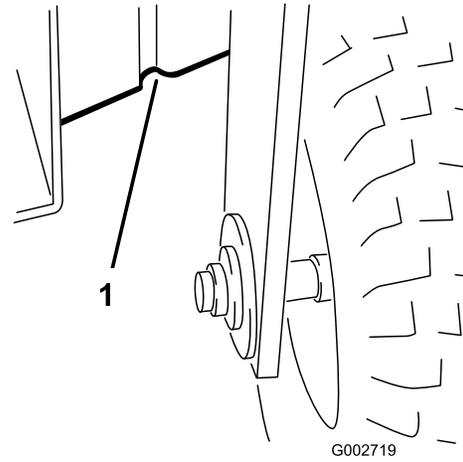

Figura 21
- Parte da frente—debaixo da estrutura atrás da roda dianteira (Figura 21).